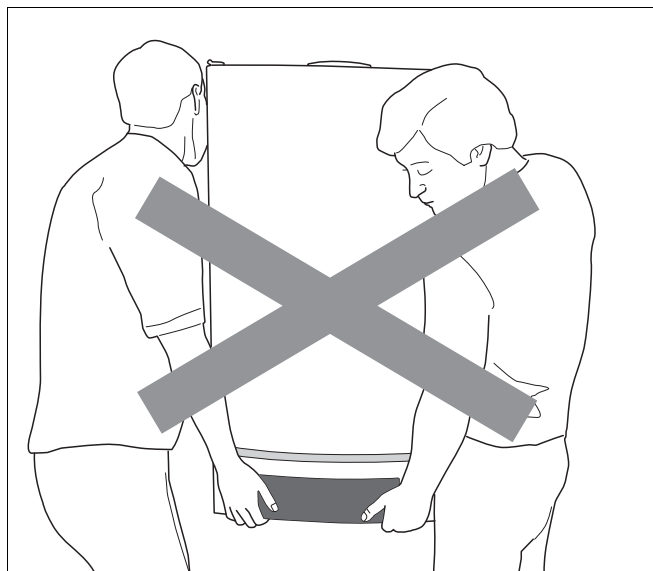

Fig. 3 Modo sbagliato di sollevare e trasportare la caldaia
- Non sollevare e trasportare la caldaia aggrappandosi allo sportello di copertura del pannello di servizio (fig. 3).
- Non sollevare e trasportare la caldaia aggrappandosi allo sportello di copertura del pannello di servizio (fig. 3, pag. 11).